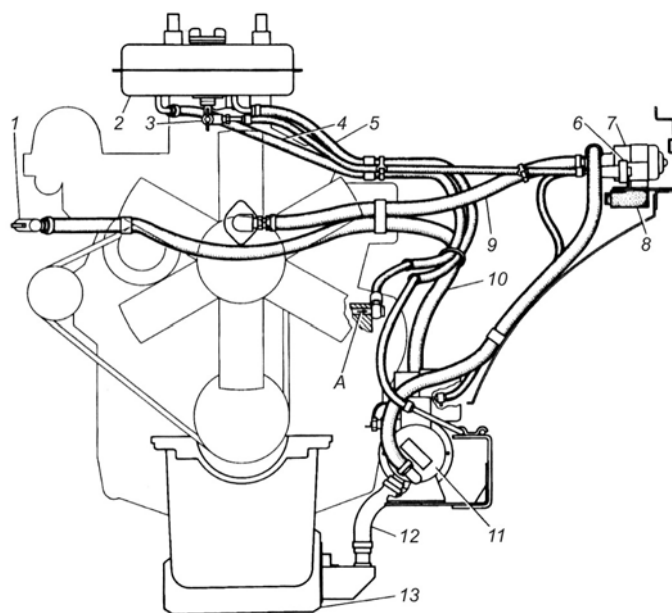

Рис. 8.1. Установка пускового подогревателя и его оборудования:
Подогреватель 11 (рис. 8.1) расположен в подкапотном пространстве на левом лонжероне рамы и представляет из себя тепловой агрегат, выделяющий тепло за счёт сгорания в его горелке топлива.
- открыть краник 3 (см. рис. 8.1) топливного бачка подогревателя;